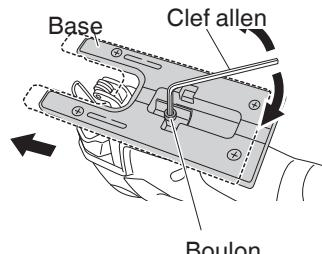

Fig. 12
- (1) Desserrer le boulon de la base avec la clé allen fixée à la base. (Fig. 12)
- (2) Déplacer la base à fond vers l'avant, puis resserrer le boulon de la base. (Fig. 12)
- (1) Desserrer le boulon de la base avec la clé allen hexagonale fixée à la base. (Fig. 12)
- (3) Resserrer le boulon M5. (Fig. 12)
- (4) Régler la position orbitale sur "0".
- (1) Retirer la clé allen de la base.
- (2) Déplacer la base à fond vers l'avant. (Fig. 12)